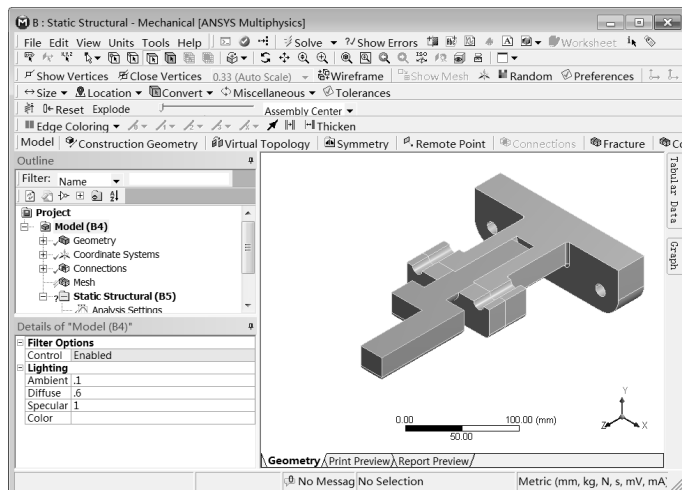

图 13-52 Mechanical 界面
Step1 : 双击主界面项目管理区项目 B 中的 B4 栏 Model 选项, 进入如图 13-52 所示的 Mechanical 界面, 在该界面下即可进行网格的划分、分析设置、结果观察等操作。